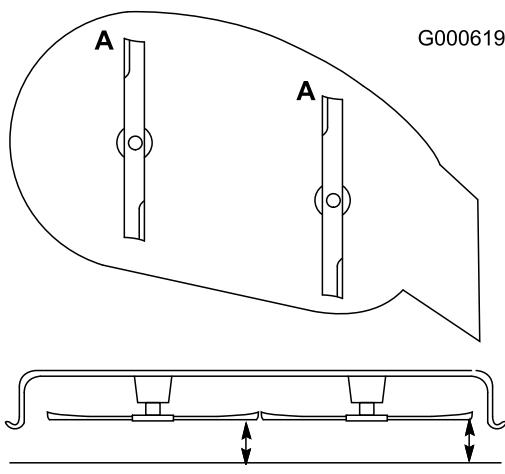

Figura 37
2. Girate le lame fino a disporle in parallelo con la lunghezza della macchina (Figura 37). Misurate da un piano orizzontale fino al tagliente delle lame, posizione **A**, (Figura 37). Prendete nota di questa misura.